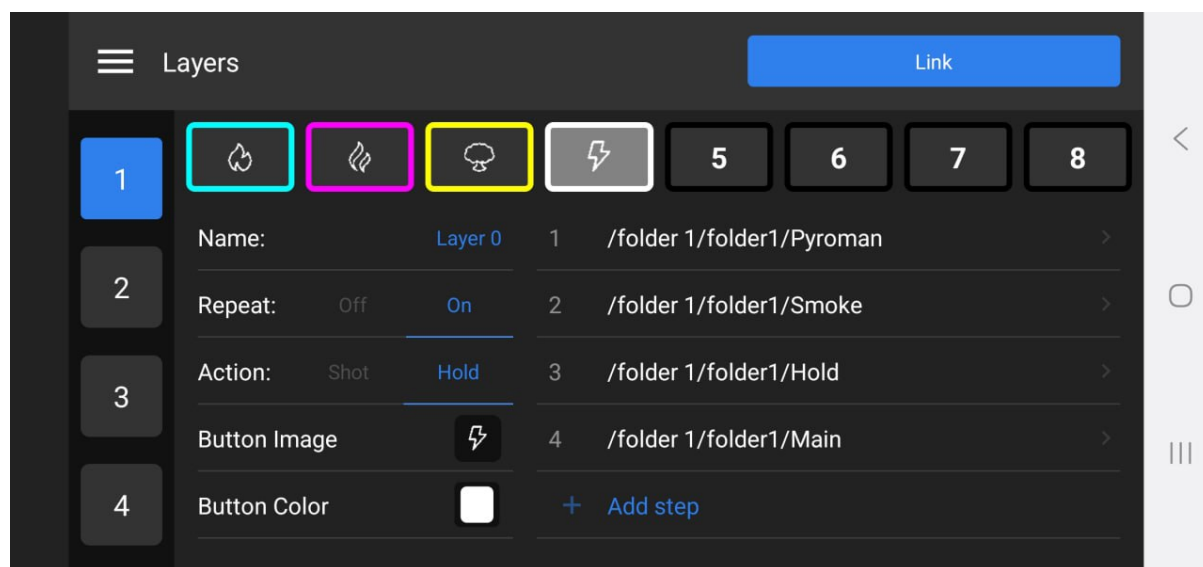

Рис. 38: Экран добавленных файлов в список сценария на рабочую кнопку
1. Выберите в настройках сценария на рабочей кнопке команду **+Add Step** (см. рис. 38)
- Стартует первая запись из настроек программ на кнопке (см. рис. 38 на предыдущей странице) позиция с номером 1
- Стартует первая запись из настроек программ на кнопке (см. рис. 38 на с. 54) позиция с номером 1